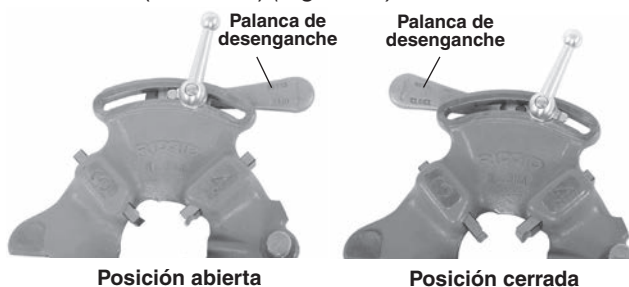

Figura 10 – Posición abierta y cerrada de la palanca
2. Coloque la palanca de desenganche en la posición OPEN (ABIERTA) (Figura 10).